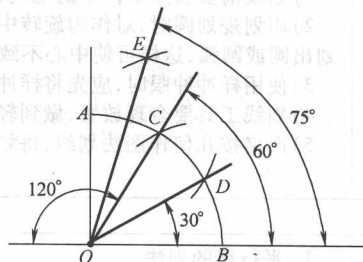

图 1-21 划 30°、60°、75°、120°线
(2)划 30°、60°、75°、120°线(图 1-21) 先划直角,以直角的顶点 O 为圆心,适当的 R 为半径划圆弧,交两边于 A 、 B ;分别以 A 、 B 为圆心、 R 为半径划弧,与之前所作弧相交于 C 、 D 点,连接 OD 、 OC ,可分别得 30°、60°角;二等分 30°角连接 OE ,可得到 75°角;延长 BO ,则可得到 120°角。